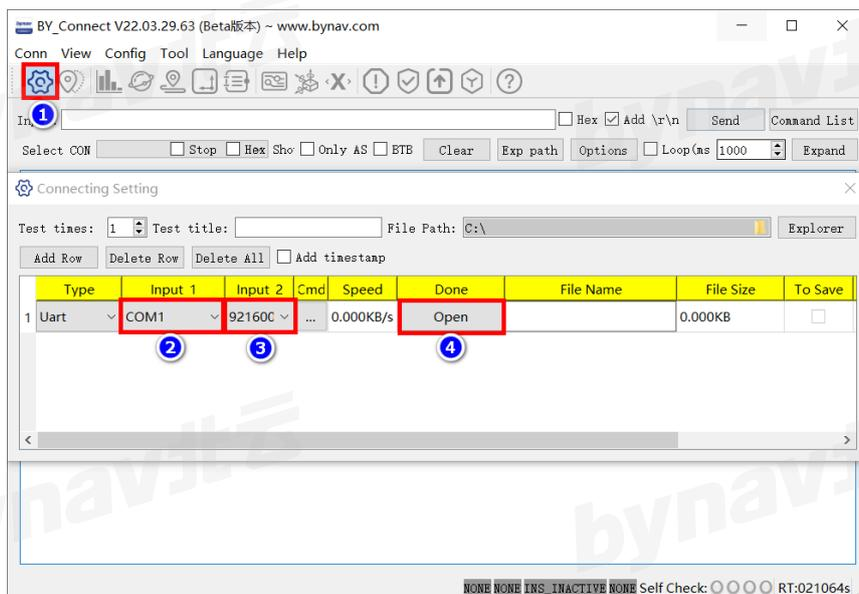

图 5-1 串口连接步骤
- 2) 打开 BY_Connect 软件, 点击设置按钮, 选择 M22 的 COM3 在 BY_Connect 中对应的串口号, 将波特率选为 115200, 点击“Open”无错误提示弹窗则表示成功打开串口, 如图 5-1 所示;